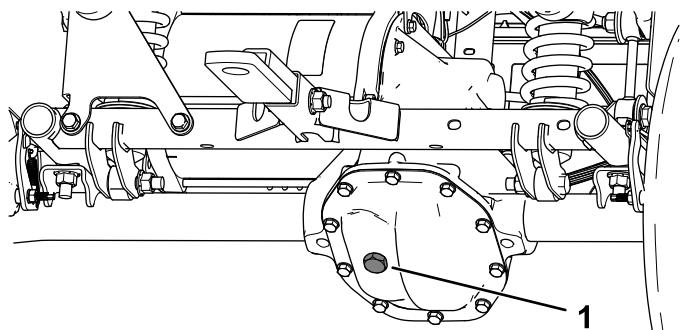

Figura 51
4. Togliete il tappo di riempimento sul transaxle (Figura 51).
- 5. Se il livello del fluido è basso, togliete il tappo di riempimento e aggiungete il fluido specificato finché non fuoriesce (Figura 51).
4. Togliete il tappo di riempimento sul transaxle e riempite il transaxle con il fluido indicato sinché non fuoriesce dal foro di riempimento (Figura 51).